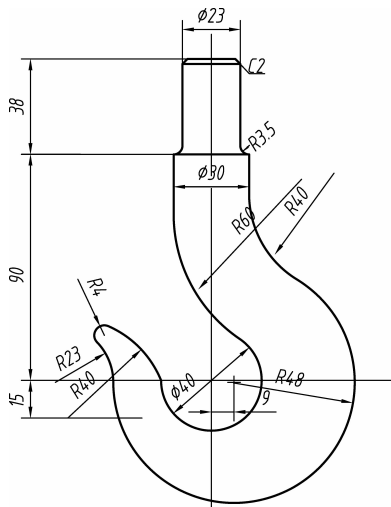

图 3-14 实训一完成图
(6) 对 R40 和 R23 的圆进行倒 R4 圆角处理,完成最后的连接圆弧然后删除多余的线段,如图 3-14 所示。